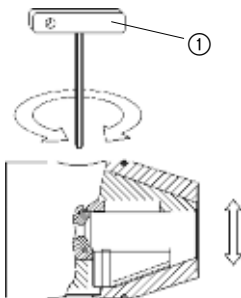

Bild 1
Drehen Sie die Spannbacken mit dem Innen-Sechskantschlüssel Form B ① gegen den Uhrzeigersinn bis auf größtmöglichen Spannbereich auf (Bild 1).